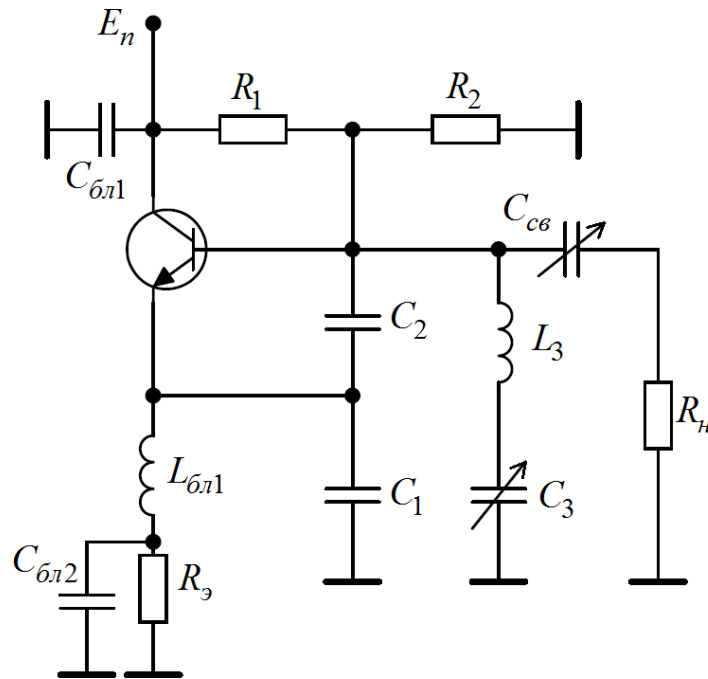
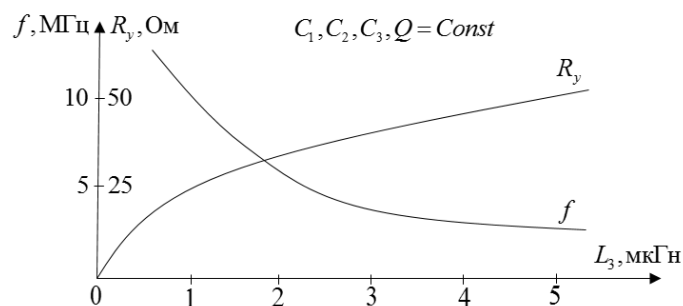

Рис.1.7. Схема емкостной трехточки
Рис.1.10. Иллюстрация к задаче 1.36
**1.6.** Для АГ по схеме рис.1.7 дано:  $C_1 = 530 \text{ нФ}$ ,  $C_2 = 10600 \text{ нФ}$ ,  $C_3 = 560 \text{ нФ}$ ,  $L_3 = 0.424 \text{ мкГн}$ ,  $Q = 50$ . Рассчитать  $f_0, k, p, R_k, R_y$ . Какой электрод заземлен по вч?
**1.17.** АГ по схеме рис.1.7 работает в КР:  $C_1 = 2.12 \text{ нФ}; C_2 = 16.96 \text{ нФ};$
- 1.20.** АГ по схеме рис.1.7 работает в НР:  $I_{\kappa 0} = 5.5$  мА;  $C_1 = 2650$  пФ;  $C_2 = 13250$  пФ;  $L_3 = 5.3$  мкГн;  $\lambda = 100$  м;  $Q = 50$ ;  $S = 0.125$  А/В;  $E_n = 6$  В. Рассчитать  $U_\epsilon, P_{уст}, \eta$ .
- 1.24.** АГ по схеме рис.1.7 работает в КР:  $U_\kappa = 2$  В;  $\theta = 60^\circ$ ;  $S = 0.2$  А/В;  $C_1 = 530$  пФ;  $k = 0.1$ ;  $\lambda = 100$  м. Рассчитать  $P_1$  и  $L_{\bar{o}l1}$ .
- 1.30.** АГ по схеме рис.1.7 работает в НР:  $C_1 = 1.06$  пФ;  $C_2 = 10.6$  нФ;  $L_3 = 1.06$  мкГн;  $Q = 50$ ;  $\lambda = 40$  м;  $S = 0.125$  А/В. Рассчитать  $\theta$ . Как изменится  $\theta, \lambda$ , если  $L_3$  уменьшить в 2 раза? Произойдет КЗ  $C_{\bar{o}l3}$ ?
**1.36.** В АГ по схеме рис.1.7 меняется индуктивность  $L_3$ ;  $C_1, C_2, C_3, Q = \text{const}$ . По графикам  $f, R_y(L_3)$  (рис.1.10) определить интервал значений  $L_3, f$ , где выполняются условия самовозбуждения, если  $S = 0.05$  А/В.